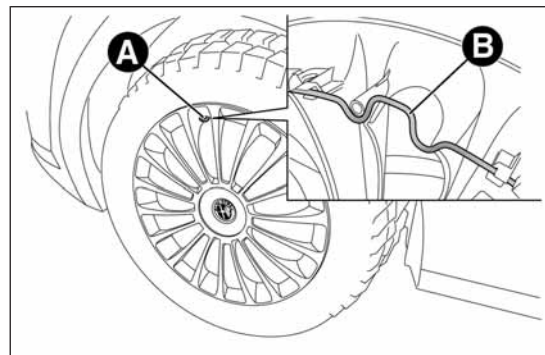

fig. 117
□ **per versioni con cerchi in acciaio:** inserisci il cacciavite nella fessura A fig. 117 in modo da far scattare la molletta B di trattenimento coppa ruota;